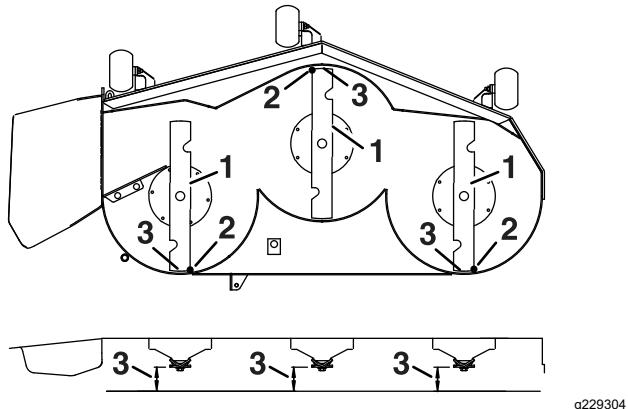

Figura 82
7. Compruebe la inclinación longitudinal de las cuchillas (Figura 82). Asegúrese de que la punta de la cuchilla delantera está más baja que la punta de la cuchilla trasera, según se muestra en la tabla Altura de los bloques e inclinación. Si es necesario realizar ajustes, siga con este procedimiento.